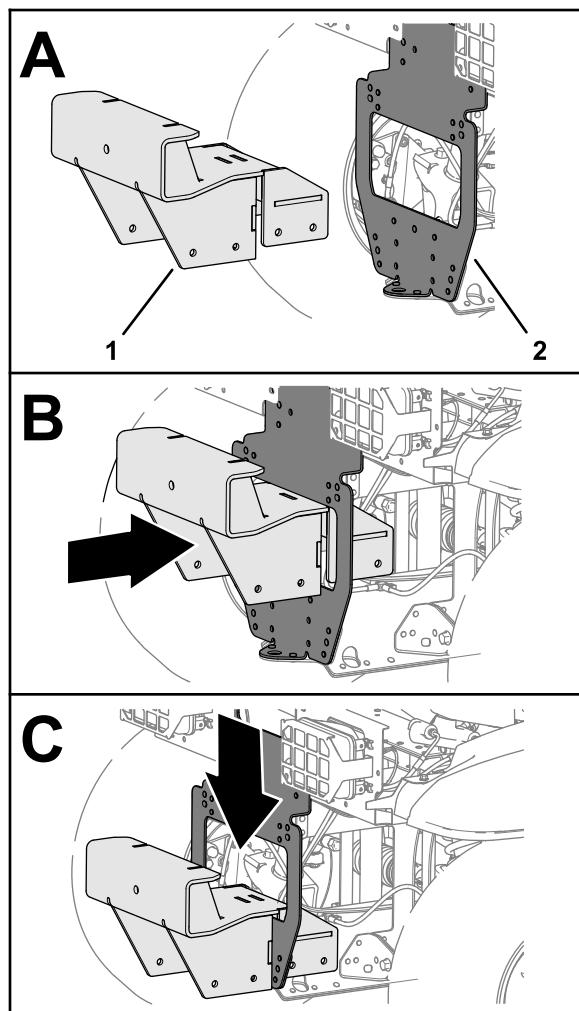

Figura 48
1. Montate il supporto del raccattapalle sul supporto del paraurti come illustrato nella Figura 48.